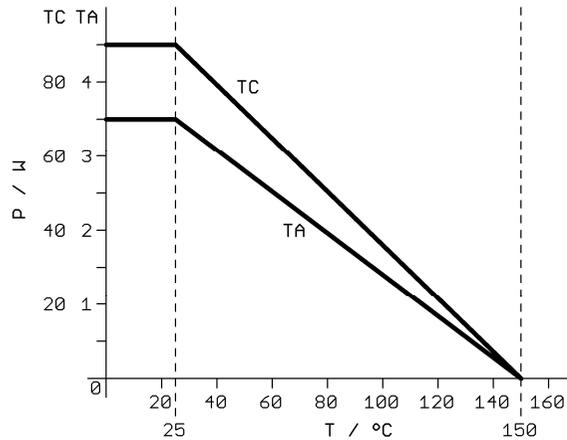

Abb. 1.1: Derating
- a) Abb. 1.1: Ermitteln Sie: / 4